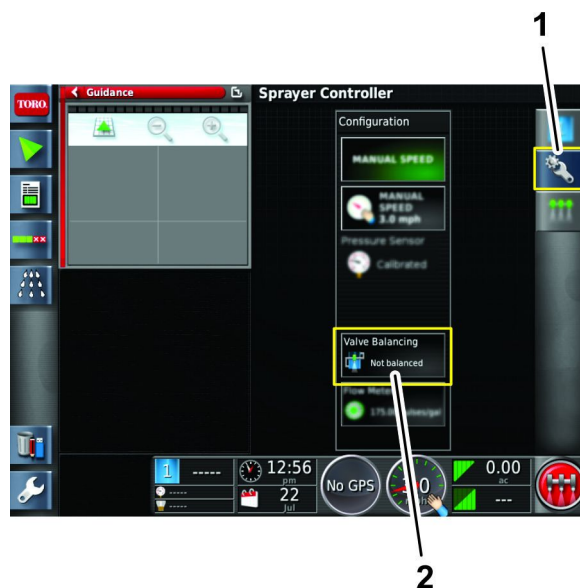

Figure 133
7. Appuyez sur l'icône de configuration, puis sur l'icône de l'assistant d'équilibrage des vannes (Figure 133).